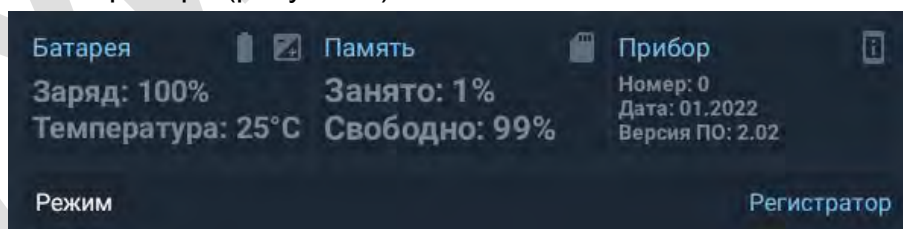

Рисунок 8 – Справочная информация
2. **Справочная информация.** Содержит краткую информацию о приборе и текущий режим работы прибора (рисунок 8)